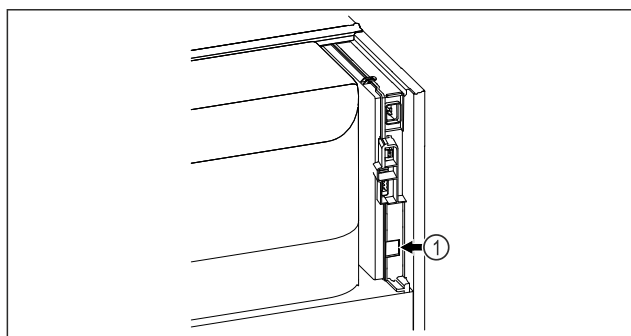

Fig. 61
- SmartModule Fig. 61 (1) è inserito.